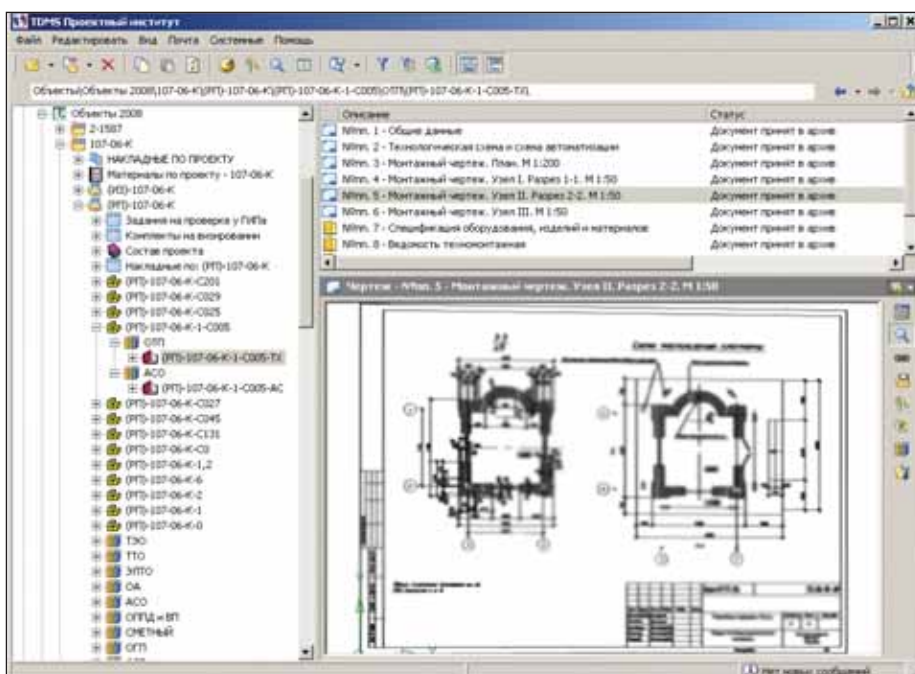

Рис. 4. Интерфейс
- Простота интерфейса (рис. 4).